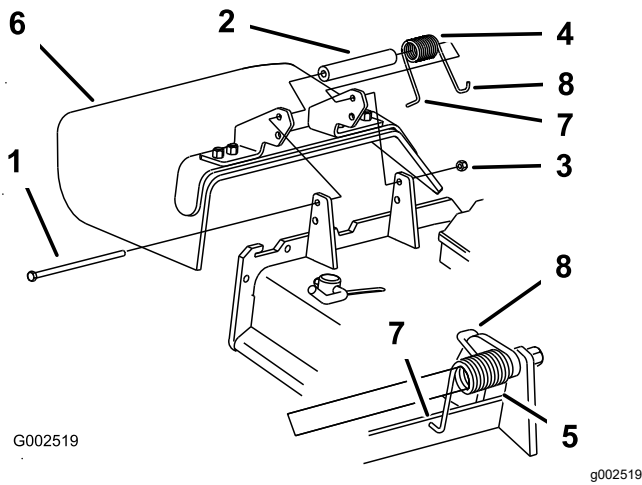

Figura 56
1. Retirez le contre-écrou, le boulon, le ressort et l'entretoise qui fixent le déflecteur aux supports de pivot (Figura 56).
Nota: Prenez soin de placer l'extrémité en **L** du ressort derrière le bord du tablier avant de mettre le boulon en place, comme montré à la Figura 56.
5. Placez l'extrémité en **J** du ressort autour du déflecteur d'herbe (Figura 56).